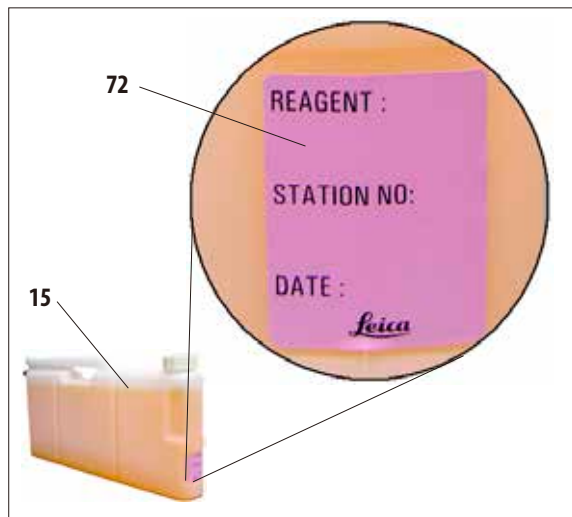

Fig. 55
Etichetele (72) se aplică pe partea din față a recipientelor de sistem (15), așa cum se arată în Fig. 55.
Numărul stației poate fi notat pe etichetă, precum și data la care a fost pus în funcțiune reactivul specificat în tabelul de culori (Fig. 55).